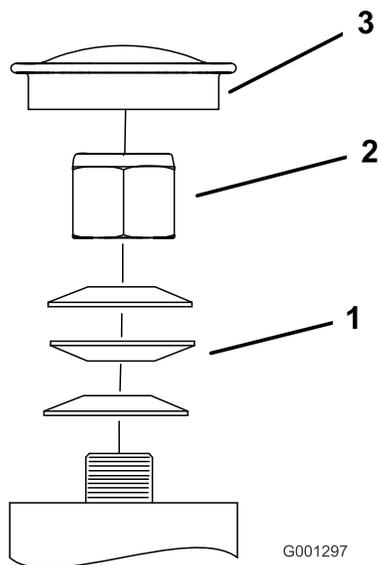

Figure 62
3. Retirez le capuchon antipoussière de la roue pivotante et serrez le contre-écrou (Figure 62).
4. Continuez de serrer le contre-écrou jusqu'à ce que les rondelles élastiques soient aplaties, puis desserrez-le de 1/4 de tour pour obtenir la précharge correcte des roulements (Figure 62).
Important: Veillez à placer les rondelles élastiques comme illustré à la Figure 62.
- Remettez le capuchon antipoussière en place (Figure 62).